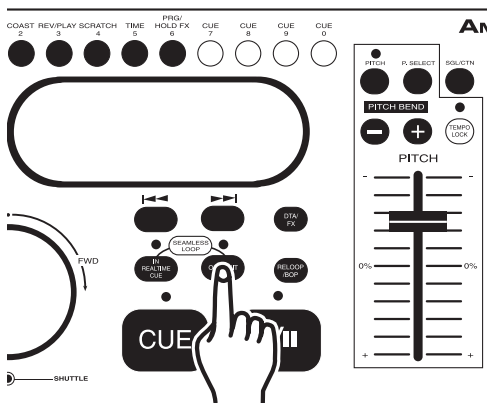

Figura 25
- 1) Presione el BOTÓN OUT/EXIT (28) para volver a la reproducción normal desde el punto de referencia cue del rulo (figura 25). Así se saldrá del modo de rulo continuo y se podrá editar el punto de finalización del rulo.
- 2) Presione el BOTÓN OUT/EXIT (28) una vez más cuando llegue a su nuevo punto de finalización (Figura 25).
- PARA LOGRAR UN RULO MÁS CORTO: Presione el BOTÓN OUT/EXIT (28) en un punto anterior de la pista (Figura 25).
- PARA LOGRAR UN RULO MÁS PROLONGADO: Presione el BOTÓN OUT/EXIT (28) en un punto posterior de la pista (Figura 25).
Presione el BOTÓN OUT/EXIT (28) para fijar el punto de finalización del RULO CONTINUO (Figura 25). Las señales LED correspondientes al BOTÓN IN REAL-TIME (26) y OUT /EXIT (28) comenzarán a titilar para indicar que el modo rulo continuo (SEAMLESS LOOP) acaba de activarse.